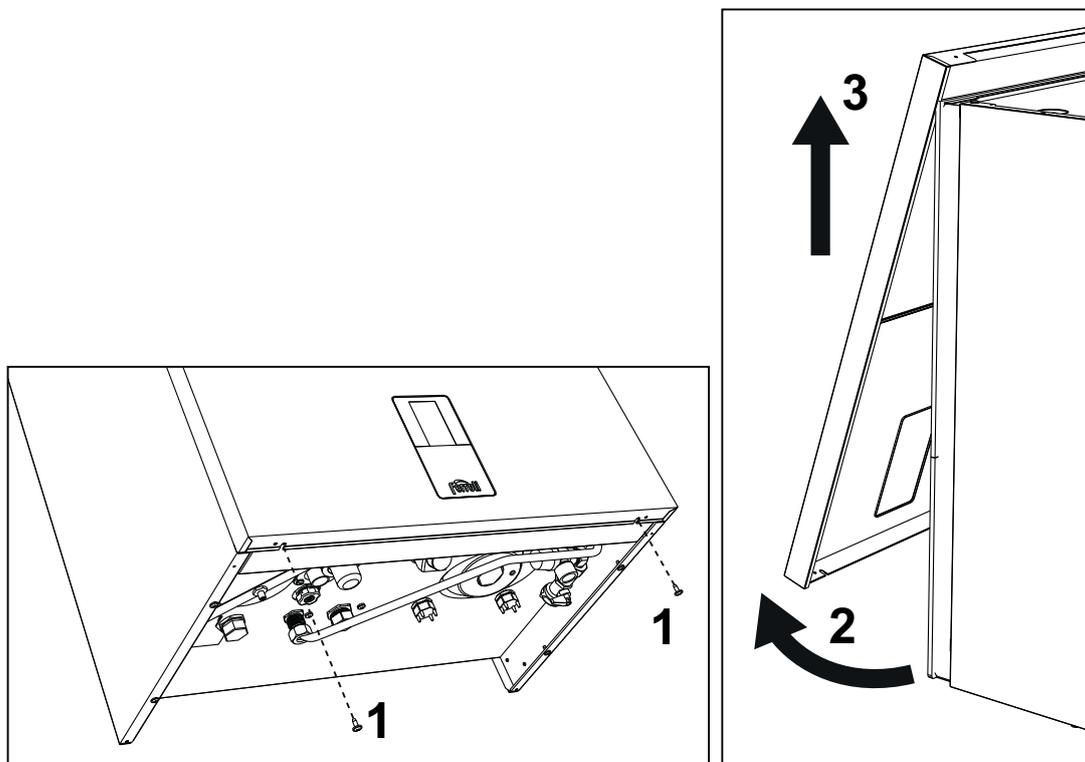

fig. 54- Deschiderea panoului frontal
1. Deșurubați șuruburile „1” (consultați fig. 54).